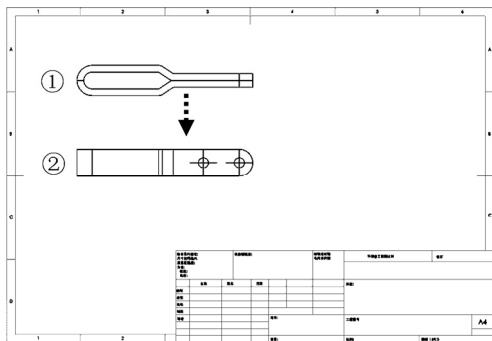

图 7-9 创建模型的几个视图
STEP 3 保持系统默认，在绘图区的适当位置单击，如图 7-9 所示，首先创建顶部视图，